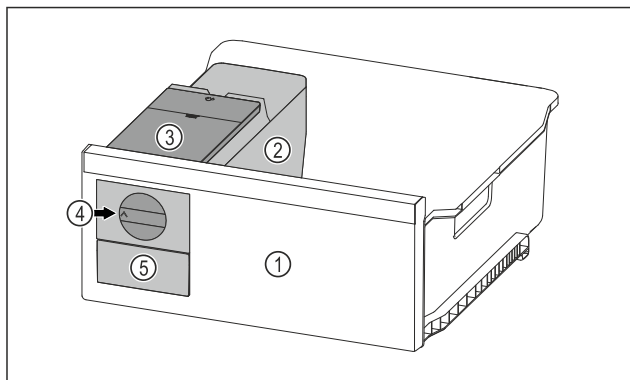

Fig. 104 Beispielhafte Darstellung
- Drehknopf Fig. 104 (4) im Uhrzeigersinn bis zum Anschlag drehen.
- Eiwürfel fallen aus der Eiwürfelschale in das Eiwürfelschubfach Fig. 104 (5).